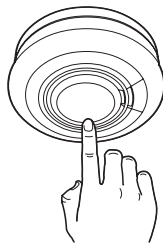

Abbildung 7
7. Drücken Sie den Testknopf bei jedem Warmmelder, um sicherzustellen, dass das Gerät funktioniert (Abbildung 7).
- Halten Sie den Testknopf gedrückt, bis der Alarm ertönt und die rote LED blinkt (siehe Abbildung 7). Der Warnmelder wird kurz nach dem Loslassen des Testknopfes verstummen.